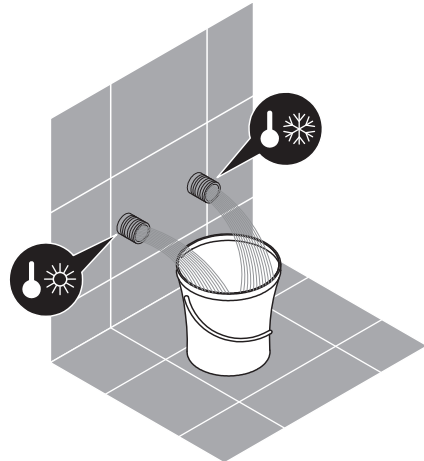

Fig.2
- Il est recommandable avant de mettre en circuit la colonne, d'effectuer le nettoyage des tuyaux en laissant l'eau couler dans la canalisation, pendant quelques minutes à fin d'éviter des problèmes provoqués pour des déchets et des saletés accumulés dans les circuits (fig.2);